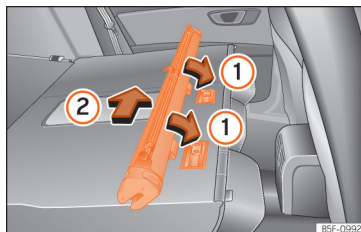

Fig. 159 Montaggio della rete divisoria sugli schienali del sedile posteriore.
- Posizionare la scatola della rete nelle rientranze della guida seguendo la direzione indicata dalle frecce »» fig. 159 ①.
- Spingere la scatola verso il lato sinistro del veicolo nel senso della freccia »» fig. 159 ② fino a fine corsa.
- Tirare la scatola della rete spostandola di circa 5 cm in senso contrario a quello indicato dalla freccia »» fig. 159 ②.
- Estrarre la scatola dalla guida tirando in direzione contraria rispetto alle frecce »» fig. 159 ①.